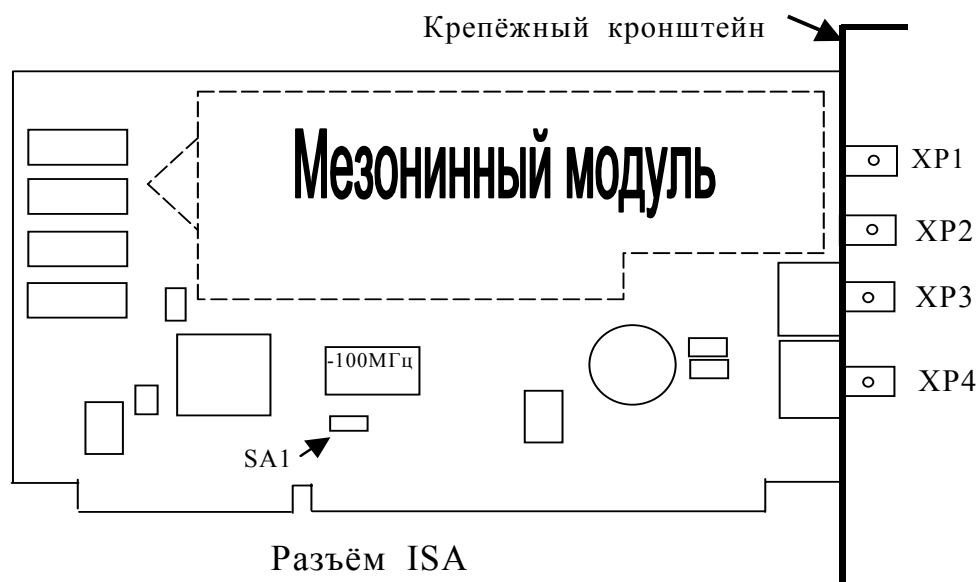

Рис. 4.1. Схема расположения разъемов.
4.2.6. Для предотвращения выхода из строя платы ЦАП на входные разъемы необходимо подавать сигналы с параметрами, указанными в таблице (Таблица 4. 1). Расположения разъёмов указано на рисунке (Рис. 4.1).